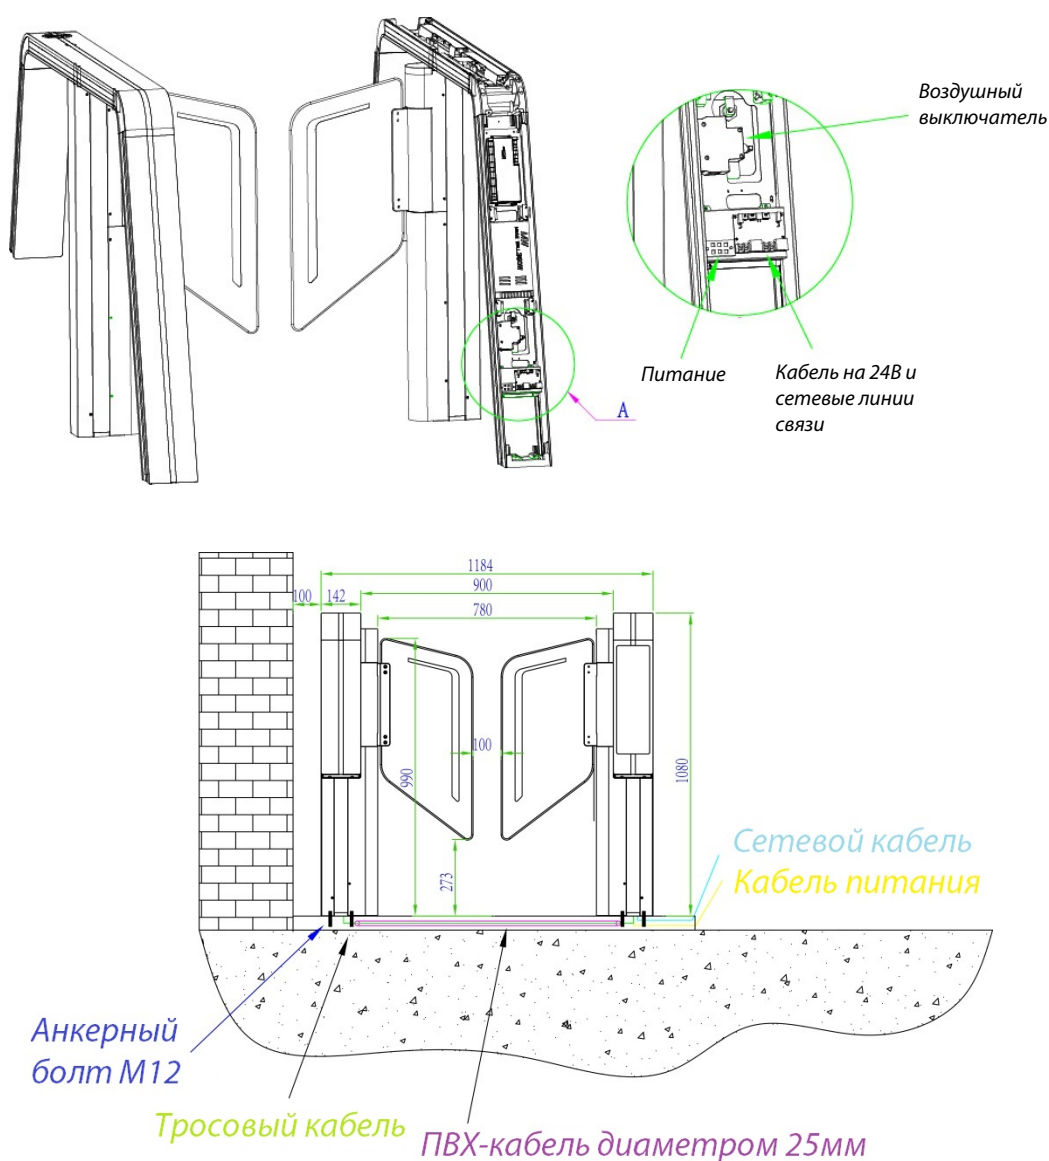

Рис. 2-2
Монтажные отверстия и положения кабелей для серии SBTL9000 показаны на Рис. 2-2:
- Отметьте отверстие для винта в центре подставки и край основания корпуса на земле в соответствии с размерами, как показано на Рис. 2-2.